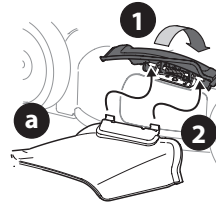

Figura 8
- Eleve el adaptador para abono (Figura 8).